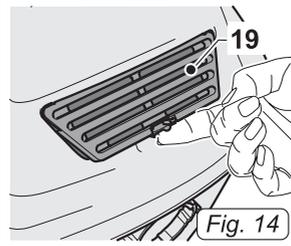

Fig. 14
- Enthaken Sie den Filter (19 Abb.14) und entfernen Sie ihn aus dem Gerät.